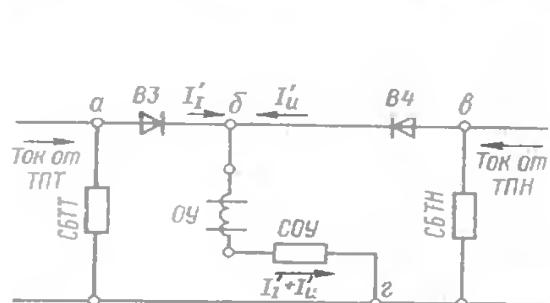

Рис. 28. Упрощенная схема селективного узла:
**Селективный узел.** В селективный узел поступают сигналы обратной связи, пропорциональные току и напряжению тягового генератора. В результате их сравнения в узле формируется сигнал, поступающий в обмотку управления амплисгата. В селективный узел входят резисторы  $CBTT$ ,  $CBTH$ ,  $COU$  и выпрямительные мосты  $B3$ ,  $B4$ . На упрощенной схеме селективного узла (рис. 28) мосты  $B3$  и  $B4$  заменены диодами, а токи от  $TPT$  и  $TPH$  считаются уже выпрямленными. Как видно из схемы, резисторы  $CBTT$  и  $CBTH$  являются нагрузочными в рабочих цепях соответственно трансформаторов  $TPT$  и  $TPH$ . Селективность (избирательность) узла проявляется в том, что формируемый им ток управления определяется либо сигналом обратной связи от  $TPT$ , либо от  $TPH$ , либо суммой того и другого. Более подробно работа селективного узла рассмотрена в п. 4.3.